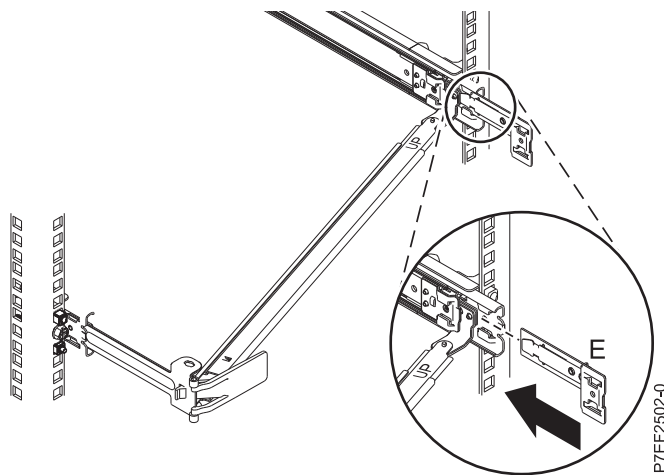

図 13. 拡張ブラケットをスライド・レールに取り付ける
5. バネ仕掛けのピンが所定の位置に収まるまで拡張ブラケット **(E)** を右スライド・レールに滑り込ませます。詳しくは、図 13を参照してください。